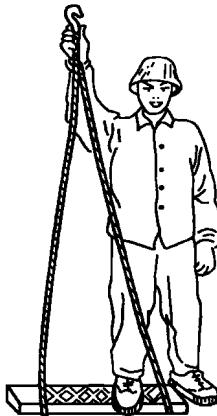

图 1-19 踏板
(1) 踏板。踏板又叫登高板，用于攀登电杆，由板、绳、钩组成，如图 1-19 所示。